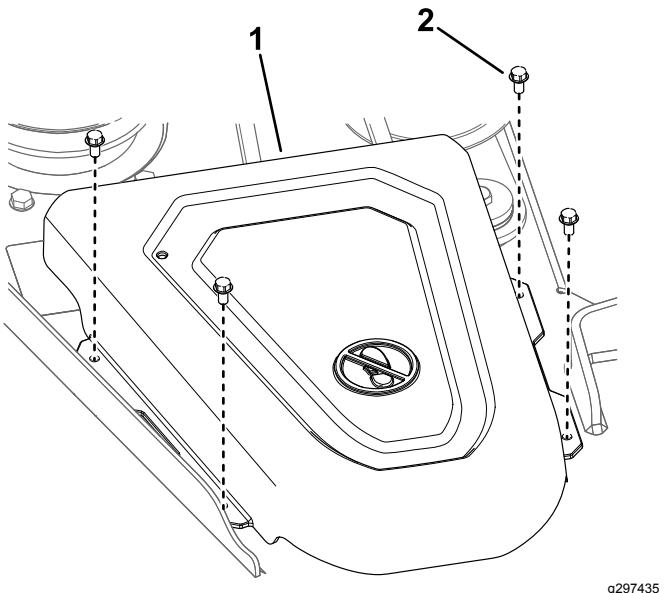

Figura 49
4. Retire las cubiertas de la polea (Figura 49).